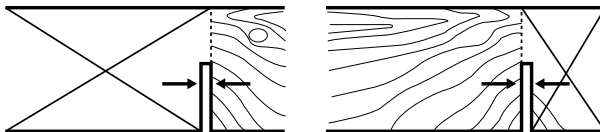

Bild 8
2. Ta hänsyn till sågkanten när du sågar längs markerade såglinjer. Såga inte direkt på linjen utan precis vid sidan av den (bild 8).